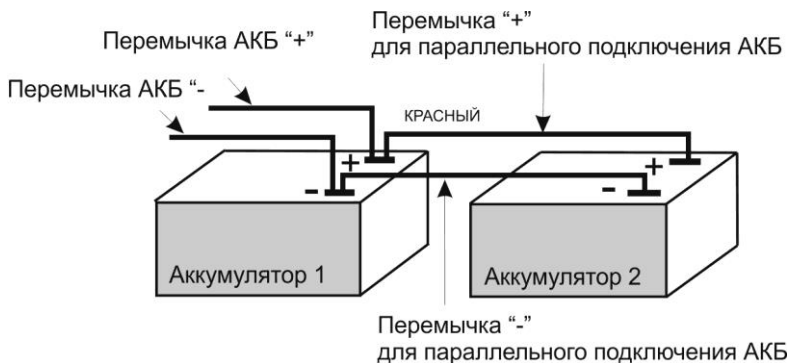

Рис.6 Параллельное подключение двух аккумуляторов
- При необходимости подключения двух аккумуляторов соединить перемычками АКБ (входят в комплект поставки) аккумуляторы в батарею как показано на рис.6